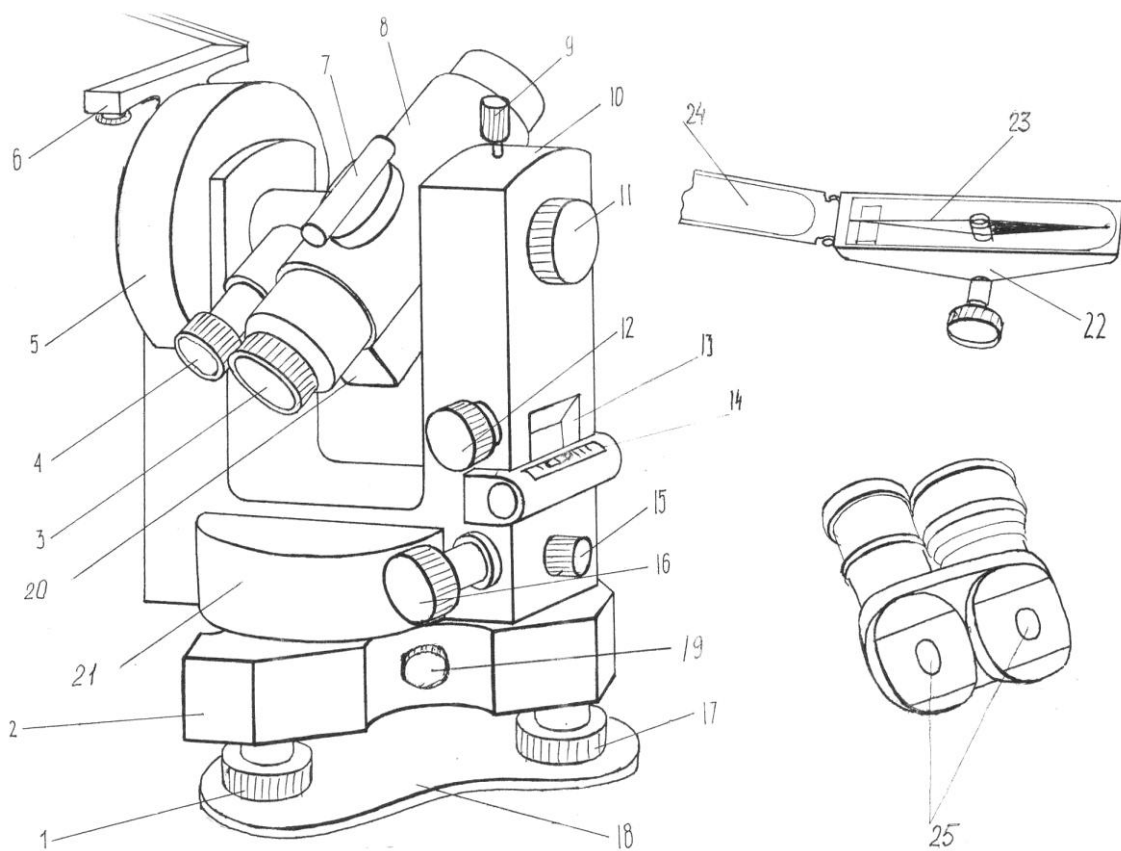

Рис.1 Теодолит 4Т30
Теодолит 4Т30 – это сложный и дорогой прибор. Он состоит из следующих частей (см. рис. 1): горизонтального (21) и вертикального (5) стеклянных кругов с градусными делениями (под кожухом), по которым и измеряются углы; зрительной трубы (8), вращающейся вокруг горизонтальной оси, укрепленной на колонках (10) алидады горизонтального круга; подставки (2) с тремя подъемными винтами (1, 17), при помощи которых ось вращения теодолита приводится в отвесное положение. Для этого же используется